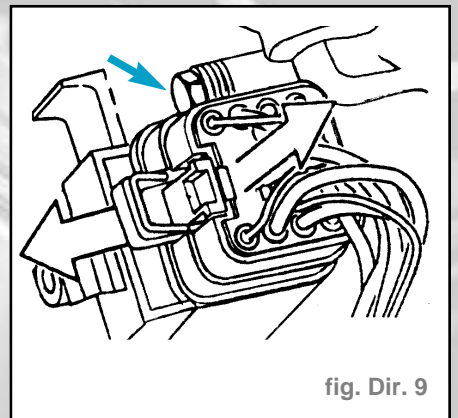

fig. Dir. 9
- Déposer la vis (fig. Dir. 9).
- Déposer la vis et retirer la fixation du faisceau de câbles. (fig. Dir. 9).